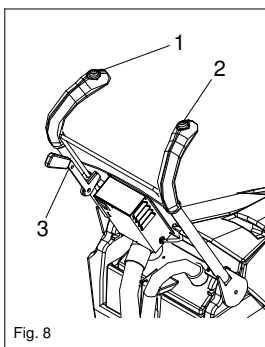

Fig. 8
1. Alzare il tergipavimento se esso si trova in posizione di lavoro (Fig. 8 - 3)
4. Azionare con impulsi il pulsante di avvio (Fig. 8 - 2)